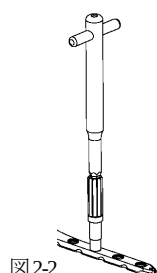

図2-2
ベンディング後、ベンディングした箇所近傍のロックingscrewホールに2.5ドリルスリーブ (S) 2が接続できるか確認して下さい。ドリルスリーブの取り付け/取り外しには、六角3.8中空レンチが使用できます。(図2-2)